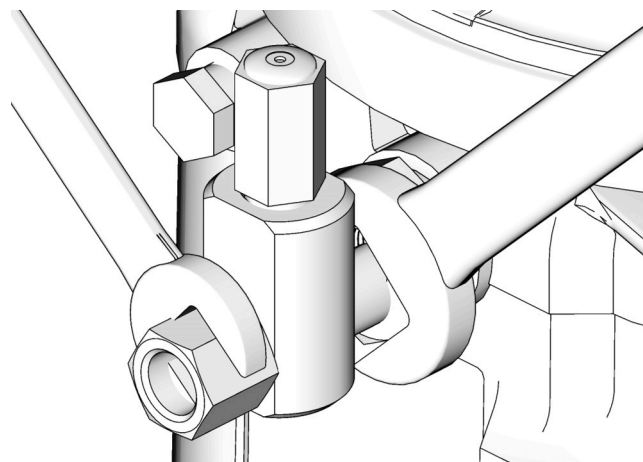

FIG. 15
- Desserrez le raccord d'élément de pompe (FIG. 15).
- Serrez le raccord d'élément de pompe à l'aide de deux clés travaillant dans des directions opposées (FIG. 15).